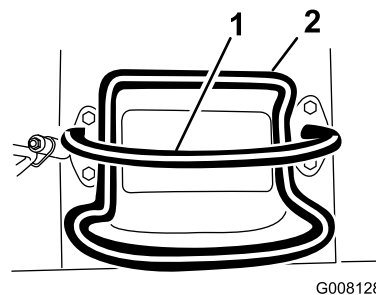

Figura 5
- Per arrestare la macchina, rilasciate il controllo della trazione (**Figura 5**).